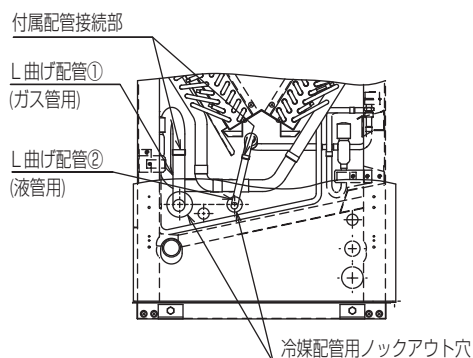
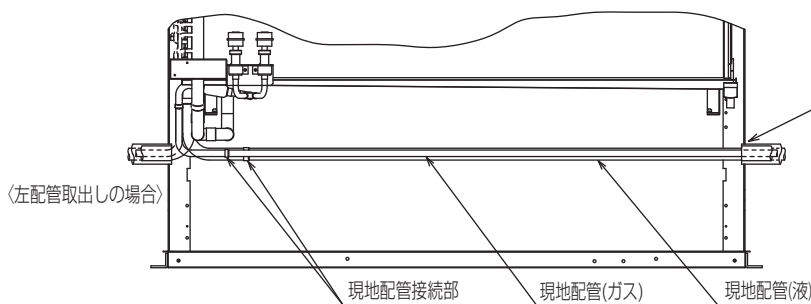

図8
図9
(4) 図8・図9に示すとおり、付属配管・現地配管をろう付接続してください。
現地配管接続部 図9 → 付属配管接続部 図8
(5) 図9に示すとおりパイプカバーを取付けてください。